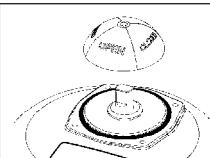

Fig. 8 : Démontage de l'indicateur de position
- Retirez l'indicateur de position (voir « Fig. 8 »).